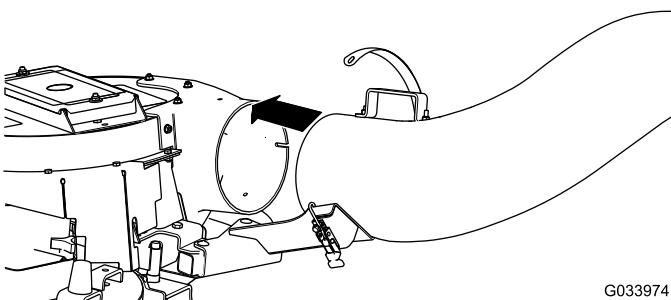

Figura 9
7. Ligue o conjunto do tubo ao soprador (Figura 9).